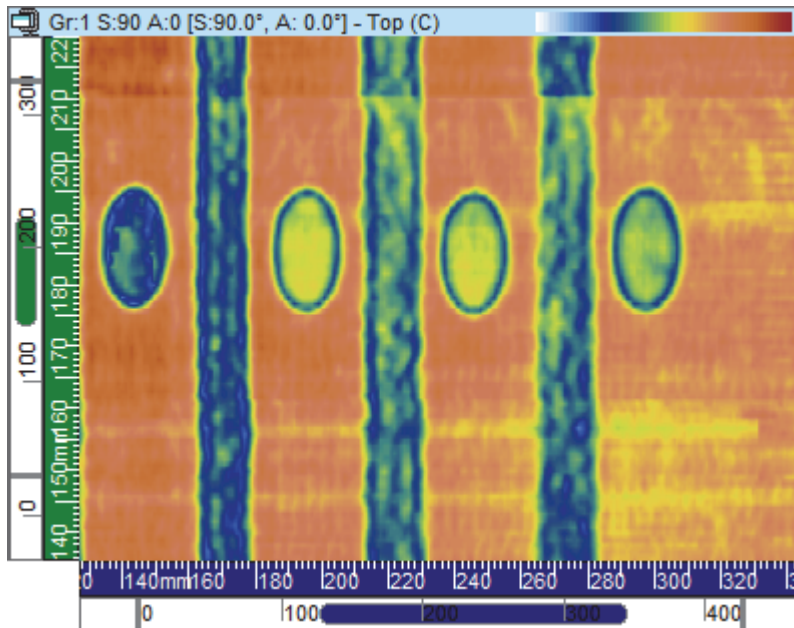

Figure 3-23 Vue de dessus (C)
La vue de dessus (C) [Figure 3-23 à la page 87] est une représentation graphique bidimensionnelle des données enregistrées affichées comme une vue de dessus de la pièce inspectée. L'un des axes est l'axe de balayage, l'autre est l'axe d'index. L'emplacement des données affichées est lié aux positions du codeur au moment de l'acquisition. À un emplacement donné de l'image projetée, la couleur correspond à l'amplitude maximale à cet emplacement tel que détecté dans l'étendue déterminée pour la profondeur réelle.